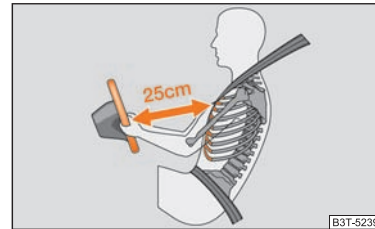

Abb. 155 Sicherer Abstand vom Lenkrad
- Für den Fahrer und Beifahrer ist es wichtig, einen Abstand von mindestens 25 cm vom Lenkrad bzw. von der Schalttafel einzuhalten ⇒ Seite 176, Abb. 155. Wenn Sie den Mindestabstand nicht einhalten, kann Sie das Airbag-System nicht schützen - Lebensgefahr! Außerdem müssen die Vordersitze und die Kopfstützen immer der Körpergröße entsprechend richtig eingestellt sein.